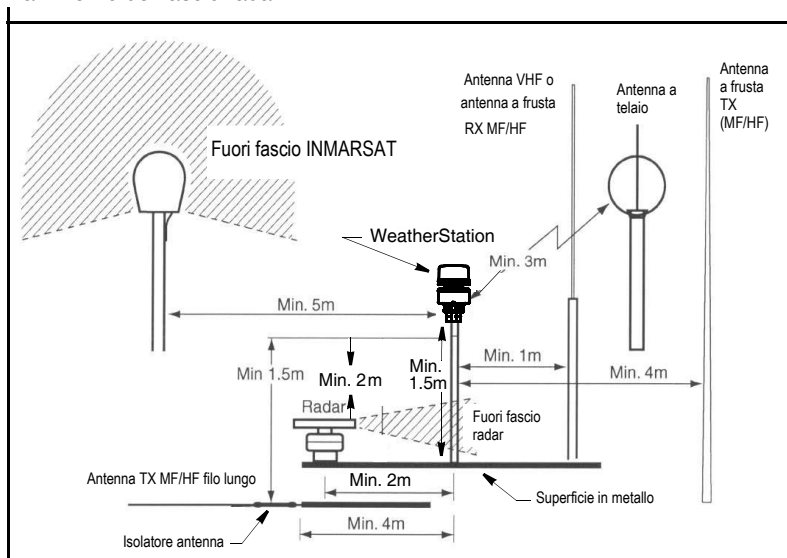

Figura 2. Antenne
- Per evitare che il GPS interno subisca interferenze, lo strumento deve (vedi Figura 2):